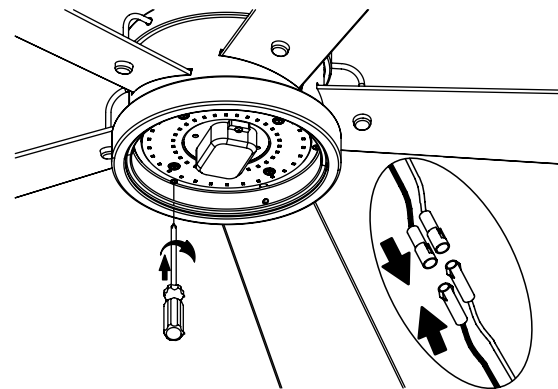

Figura 21
Paso 1. Sostenga el kit de luz LED en la placa de luz, luego conecte los dos conectores de una clavija del kit de luz a los dos conectores de una clavija del conjunto del motor. Conecte el cable negro con el cable negro y el cable blanco con el cable blanco. Fije el kit de luz a la placa de luz y apriete firmemente con tres (3) tornillos del paquete de tornillos. (Figura 21)